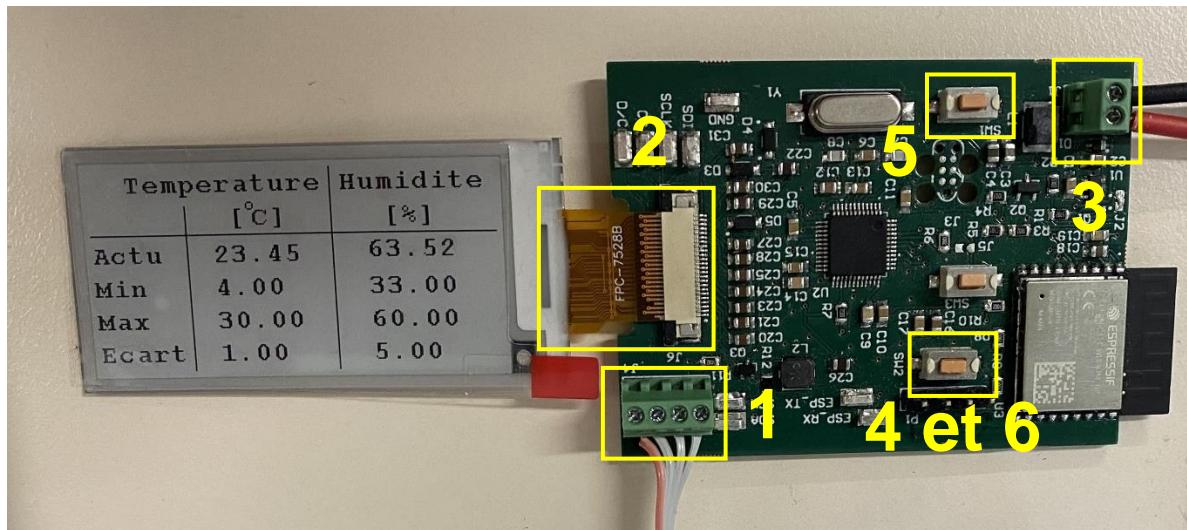

Figure 1 Fonctionnement global
2. Brancher l'e-paper comme sur la figure 1